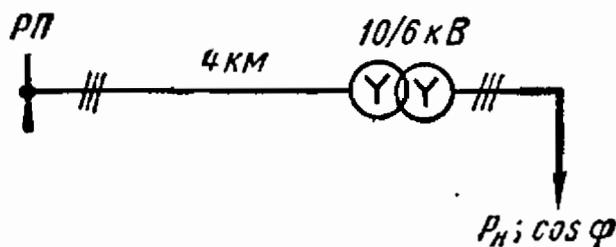

Рис. 17.35
17.35. Предприятие получает питание от районной подстанции через понизительный трансформатор ТМ-3200/10 по трехфазной линии передачи напряжением 10 кВ и протяженностью 4 км (рис. 17.35). Линия выполнена проводом марки АС-70. Расчетная мощность нагрузки $P_n = 2400$ кВт при $\cos \varphi_n = 0,75$ и $\eta_n = 0,97$.